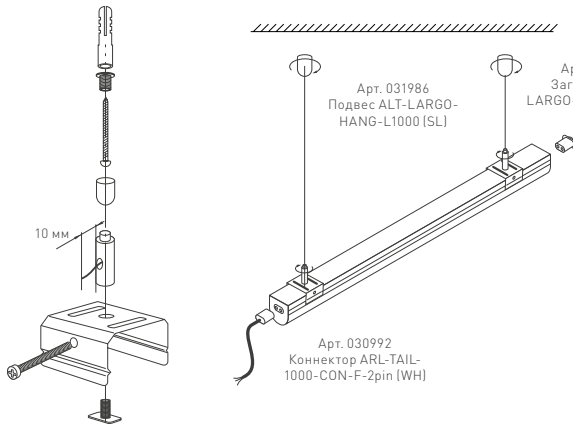

Рис. 2. Установка светильника подвесным способом
- 3.3. Для подвесного монтажа (рис. 2) закрепите на потолке цанговые зажимы для тросов (поставляются отдельно). Выверните из скобы фиксирующий винт. Закрепите на скобе зажим для троса. Установите скобу на светильник и закрепите ее фиксирующим винтом.